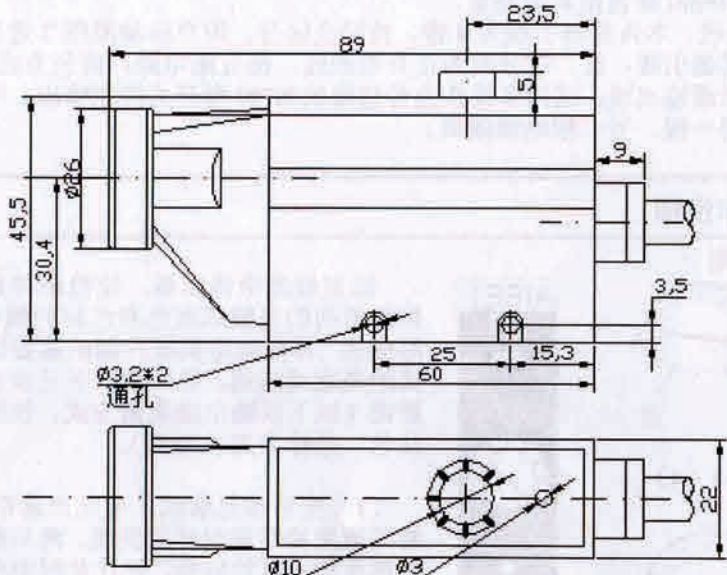

图 1
- 1.安装：传感器尺寸见图 1。传感器应垂直安装于被测物的上方。传感器物镜与被测物面之间的距离根据传感器型号掌握在 10mm 左右，传感器的安装座板应有 10mm 垂直距离调整量。